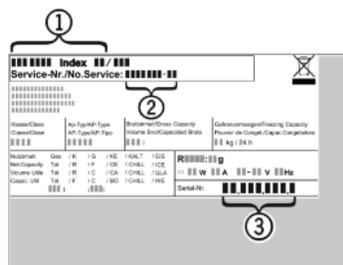

Fig. 19
- Relever la désignation de l'appareil *Fig. 19 (1)*, le n° de service *Fig. 19 (2)* et le n° de série *Fig. 19 (3)* sur la plaquette signalétique. Cette plaquette se trouve sur la paroi intérieure gauche de l'appareil.
- Informer le S.A.V. et lui communiquer la panne, la désignation de l'appareil *Fig. 19 (1)*, le n° de service *Fig. 19 (2)* et le n° de série *Fig. 19 (3)*.